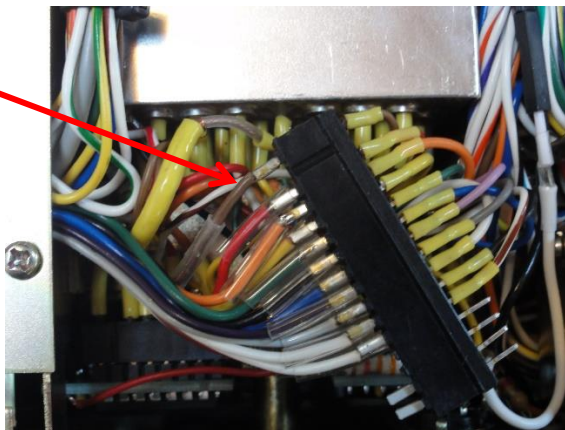

Figura 3
- Soldar el cable marrón a la clavija de vacío 1 del conector (J14). (Véase la Figura 3)